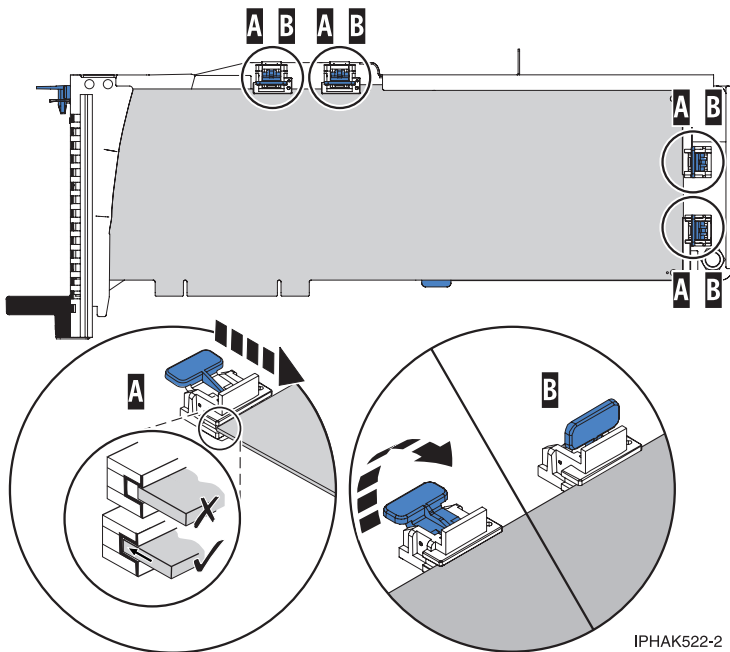

Figure 10. Installation d'une carte longue dans la cassette de cartes PCIe
- 2) Lorsque l'étrier de retenue de la carte est en position horizontale (A), comme illustré dans la figure 10, à la page 10, les crochets de retenue de la carte sont déverrouillés et peuvent glisser vers la carte.
- e. Faites glisser les crochets de retenue de la carte vers la carte et verrouillez les crochets (B) en les poussant en position verticale. Voir figure 10, à la page 10.